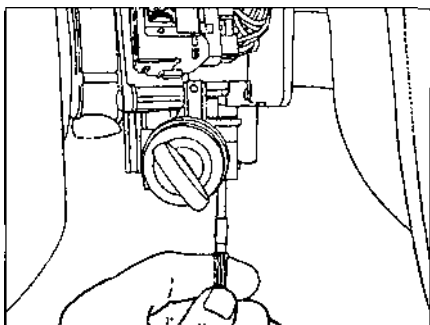

Рис. 6.28.
- извлечь блокирующее устройство из корпуса замка зажигания, надавив на фиксирующую пружину (рис. 6.28);